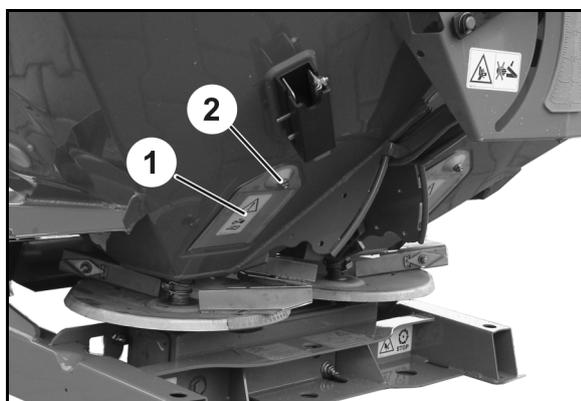

Fig. 87
Pour la vidange des reliquats, l'épandeur **ZA-X** est équipé de 2 trappes de vidange (Fig. 87/1).
2. Desserrez l'écrou (Fig. 87/2).